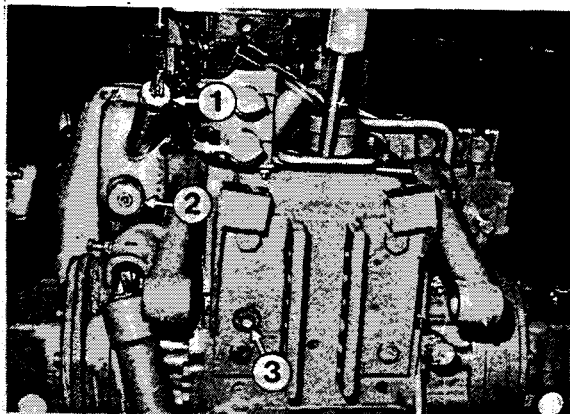
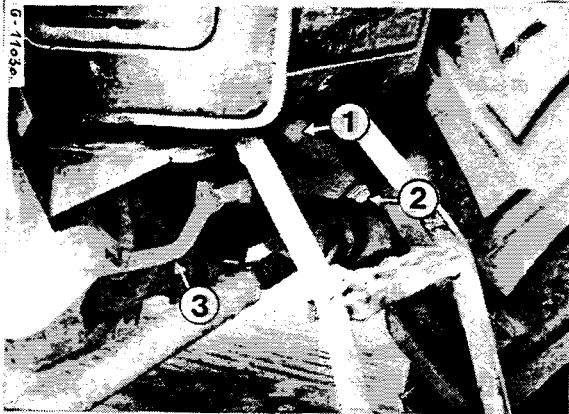

Figure 84 (956XL - 1056XL)
Figure 86 (956XL - 1056XL)
Retirez la jauge (1) Fig. 84/84a et essuyez-la. Introduisez la jauge à fond.
Refaites le plein du système hydraulique comme indiqué sous la Fig. 84 et purgez le système. Reportez-vous à "Purge du système hydraulique" dans ce chapitre.
Abaissez complètement les bras de relevage et le chargeur frontal. Retirez le bouchon de vidange (3), la jauge (1), Fig. 84 et le bouchon de vidange (2, Fig. 86/86a). Videz l'huile dans un récipient à l'aide d'un tuyau.
Changez le filtre de reniflard (2) Fig. 84 à chaque vidange de l'huile hydraulique.